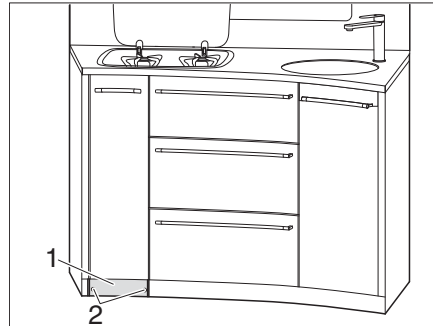

Fig. 114 Dévisser le socle
- Dévisser les 2 vis (Fig. 114,2) sur le socle (Fig. 114,1).
- Retirer le socle (Fig. 114,1).